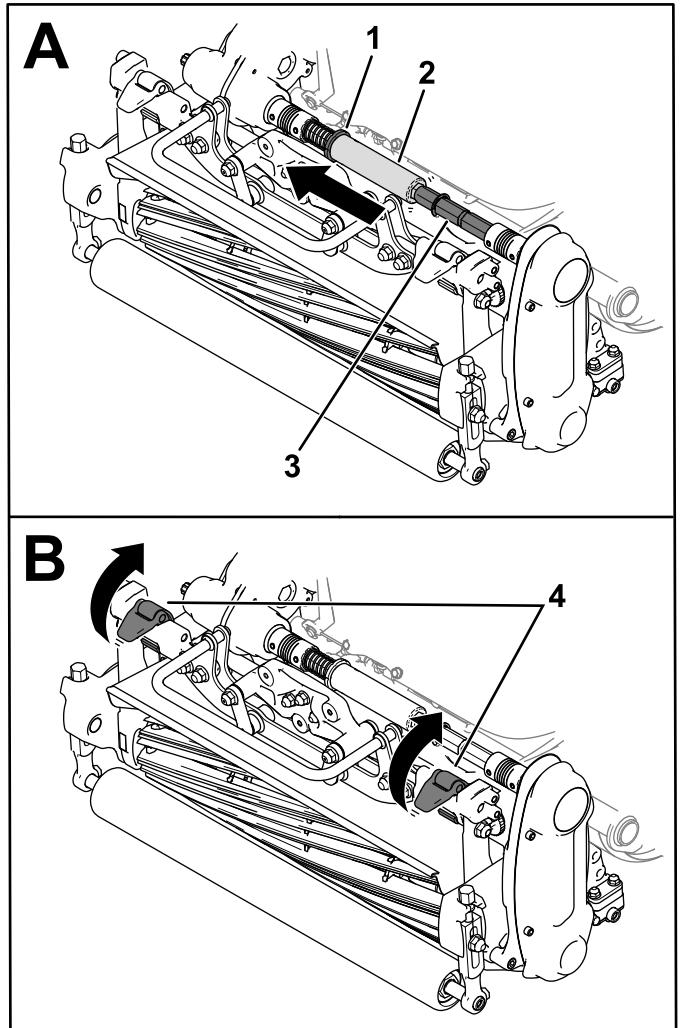

Figura 39
3. Introduzca el collarín (Figura 39) en la ranura del eje de la transmisión.
- Retire el tubo hexagonal del eje del acoplamiento de la unidad de corte (Figura 39).
- Mueva los cierres de suspensión hacia arriba para liberar la unidad de corte de la máquina (Figura 39).